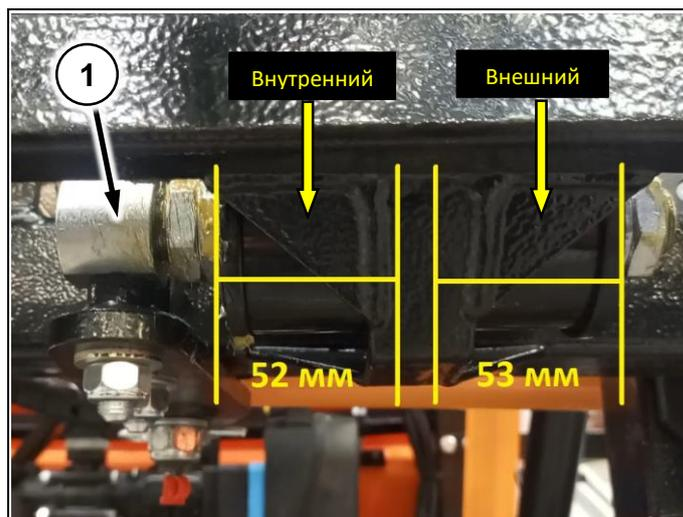

Рис. 206
- 1) Отведите внутренний демпфер к основанию штока (Рис. 206/1);